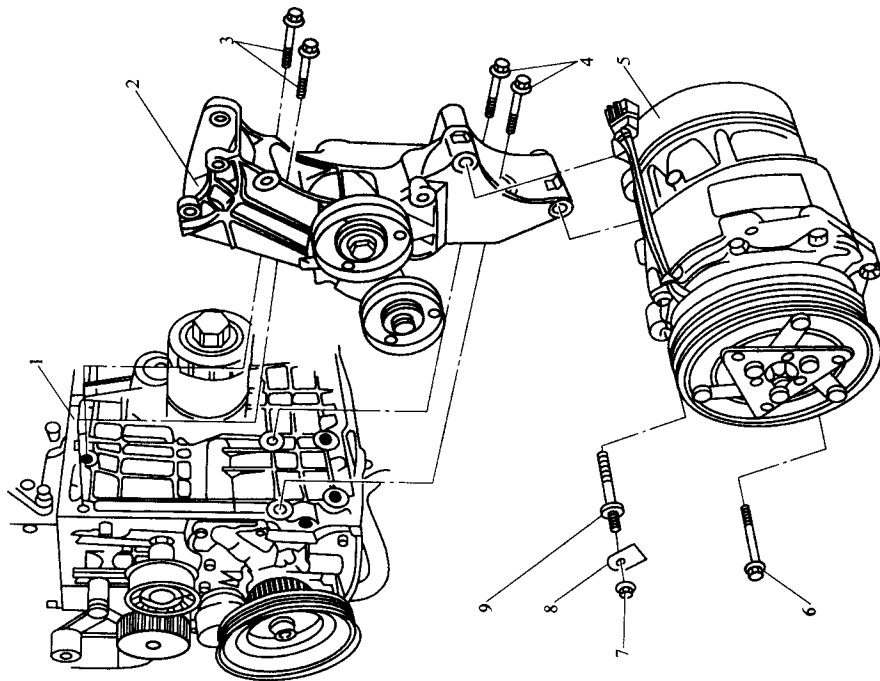

图 2-2 压缩机支架的拆卸
(1) 发动机代码为 AHW、AKQ 时压缩机支架的拆卸（见图 2-2）。